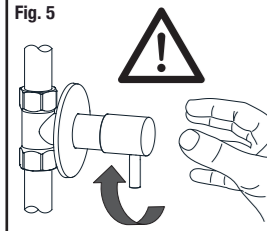

Fig. 5
1) Cierre las llaves de entrada de agua fría y caliente (Fig. 5).
1) Shut off hot and cold water supply (Fig. 5).
1) Fermez l'entrée générale d'eau froide et d'eau chaude (Fig. 5).